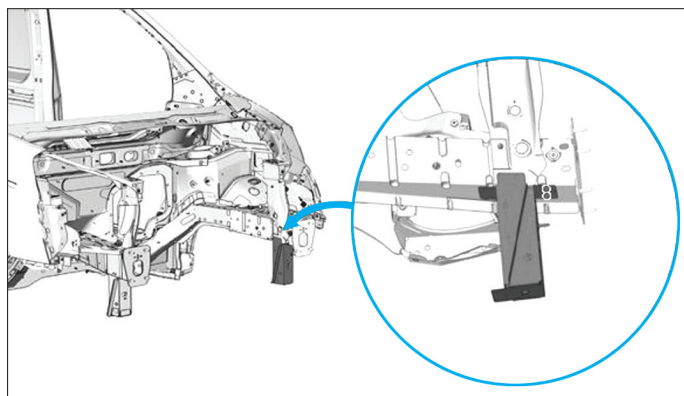

FIG. 24
- Poser la fermeture d'embout de brancard (Fig.24).